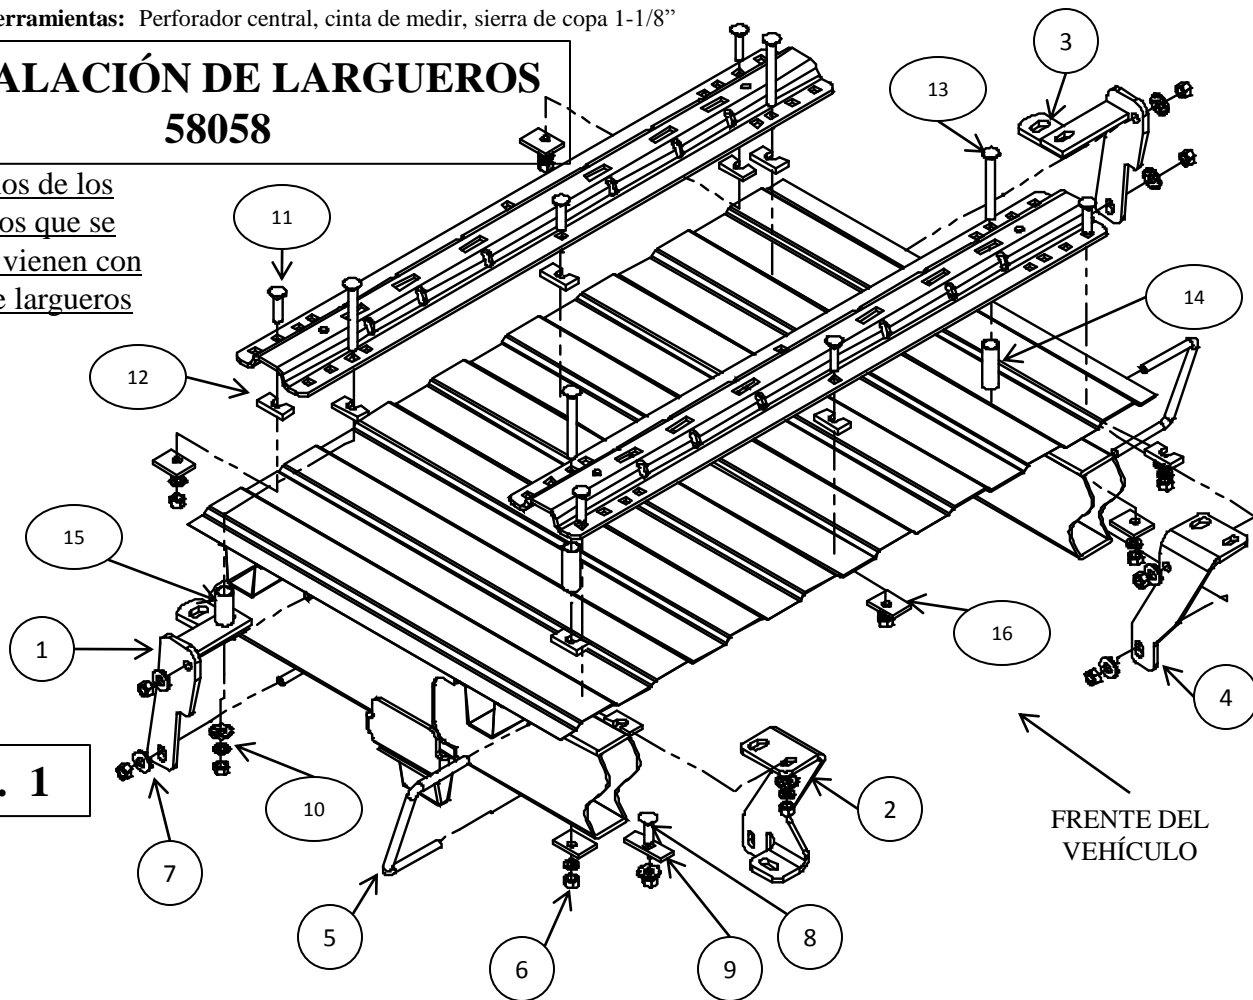

FIG. 1
5. Coloque temporalmente los soportes del bastidor posterior en el interior del bastidor como se muestra en la fig. 1 y 2 y revise que los orificios perforados de 1/8" se alineen con las ranuras del soporte del bastidor. Retire el soporte del bastidor del vehículo si los orificios se alinean. Si no, ajuste los orificios de 1/8" de manera que alineen.